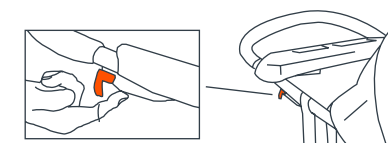
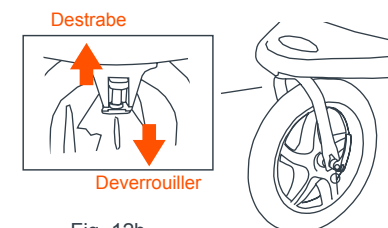

Fig. 12a
Fig. 12b
- 12) • La poussette est équipée d'un dispositif de blocage de la roue avant. Fig. 12A est un type de commande à distance du levier situé sous la poignée latérale droit. Tirer pour dégager la roue et pousser à engager le dispositif de verrouillage situé sous le repose-pied. Le blocage des roues avant de la Fig. 12B fonctionne dans un mouvement vertical de haut en bas, le verrouillage et le déverrouillage des roues.